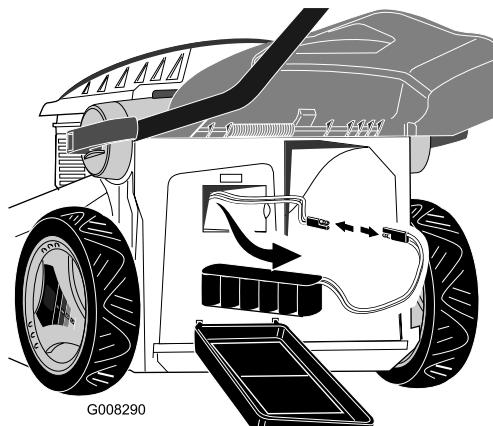

Figura 26
- Retire la batería del compartimento y desconecte el cable de la batería del cable del cortacésped (Figura 26).